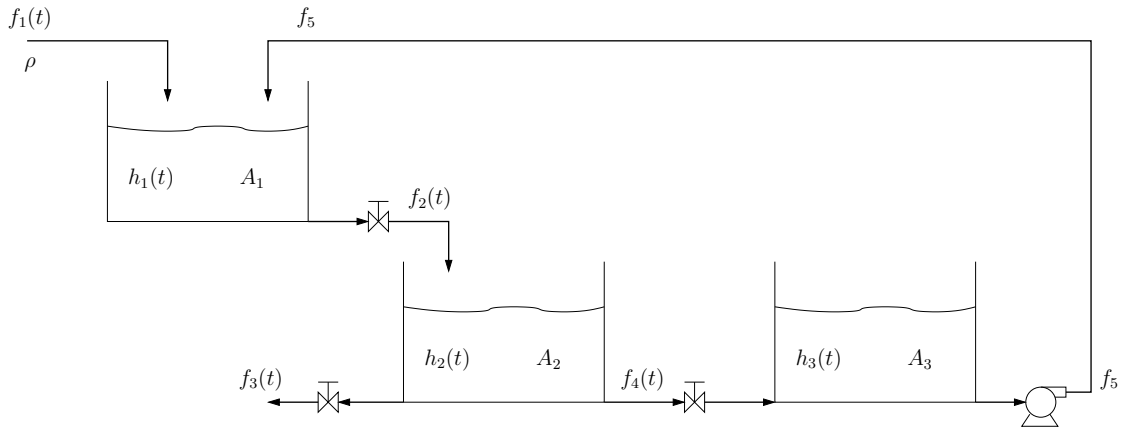

Figura 7: Tanques de nível em série.
13. Desenvolva o modelo matemático para o sistema de tanques mostrados na Figura 7. As densidade do fluido  $\rho$  é constante e são conhecidas as áreas dos tanques  $A_1$ ,  $A_2$  e  $A_3$ . O fluxo da bomba,  $f_5$ , é contante e independe do nível  $h_3(t)$ . O fluxo  $f_1(t)$  é determinado pelo ambiente externo. Os demais fluxos,  $f_2(t)$ ,  $f_3(t)$  e  $f_4(t)$ , são proporcionais às correspondentes pressões hidrostáticas da coluna de líquido (considere os coeficientes de vazão  $C_{v_2}$ ,  $C_{v_3}$  e  $C_{v_4}$  para as válvulas respectivas aos fluxos  $f_2(t)$ ,  $f_3(t)$  e  $f_4(t)$ ). Apresente a função de transferência relacionando o nível  $H_3(s)$  com o fluxo de entrada  $F_1(s)$ .